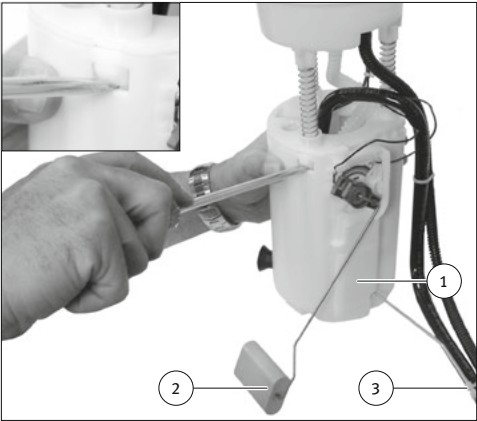
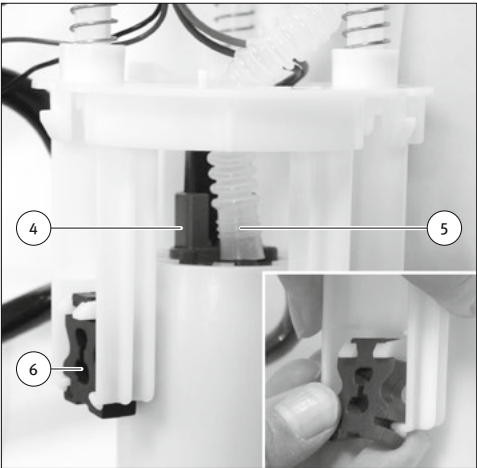

Abb. 1/ Fig. 1/ Puc. 1/图1
Abb. 2/ Fig. 2/ Puc. 2/图2
- 小心地从备用油箱 (1) 的盖内开口拔出进气喷射泵 (3) 的燃油软管。
- 使用适当的辅助工具小心地松开备用油箱 (1) 盖（参见 → 图 1）。
- 取出燃油泵时，不要损坏液位传感器 (2)、其电气接口和进气喷射泵 (3) 的组件。
- 松开燃油泵的电气接头 (4)。
- 打开软管卡箍并拔下燃油软管 (5)。同时不要损坏燃油软管。
- 标配安装的燃油泵位于支架内，支架通过 3 个橡胶缓冲块 (6) 与备用油箱盖相连。
- 从其榫头上拔下 3 个橡胶缓冲块 (6)（参见 → 图 2）并妥善保管。可废弃处理旧燃油泵及其支架。
- 将预装有吸气过滤器和电气适配器 (7) 的新燃油泵放入盖 (8) 内。